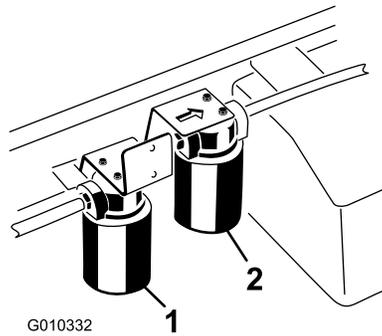

Bild 73
3. Stellen Sie eine Auffangwanne unter den Filter und entfernen den Filter (Bild 73).
1. Reinigen Sie den Anbaubereich des Hochflusfilters (Bild 73).